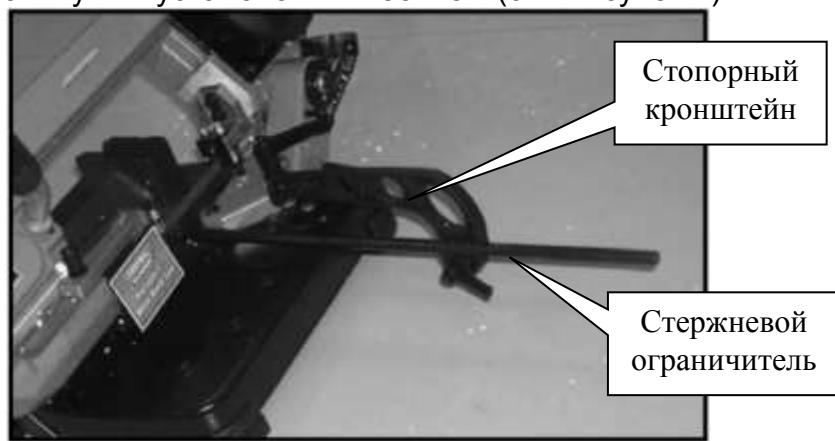

Рисунок 2
- По стержневому ограничителю скользит стопорный кронштейн, положение которого удерживается затянутым установочным болтом (см. Рисунок 2).